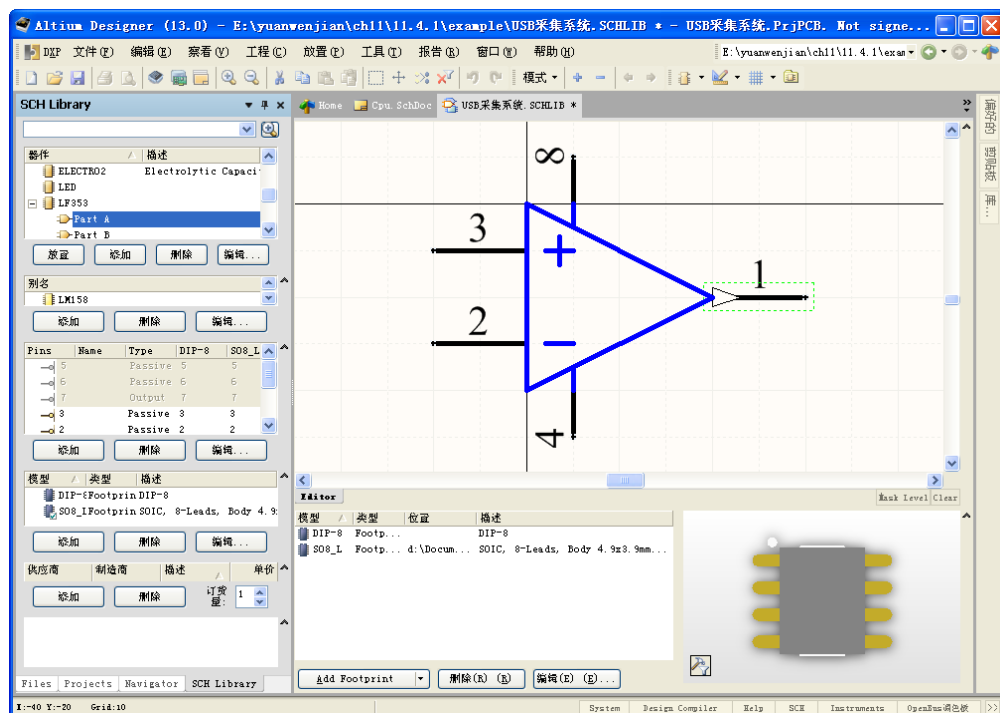

图 11-49 改变输出引脚的电气特性
Step4 将子部件“Part A”中的输出引脚（1 引脚）的电气特性设置为“Output（输出）”，如图 11-49 所示。将子部件“Part B”中的输出引脚（7 引脚）的电气特性也设置为“Output”（输出），并保存“USB 采集系统.SchLib”文件。